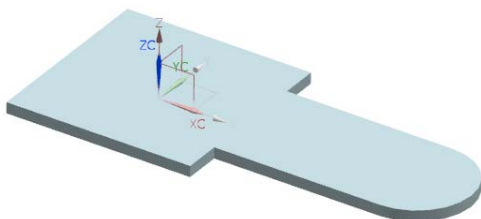

图 3-69 创建基本突出块特征
(3) 在“突出块”对话框中单击 按钮创建基本突出块特征，如图 3-69 所示。